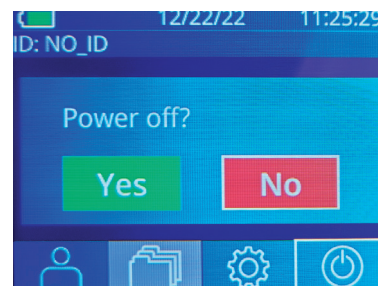

Abb. 41
- Navigieren Sie entweder zum Startbildschirm und wählen Sie das Symbol **Power**  aus und anschließend **Yes**, um das Gerät AUSZUSCHALTEN (Abb. 41).